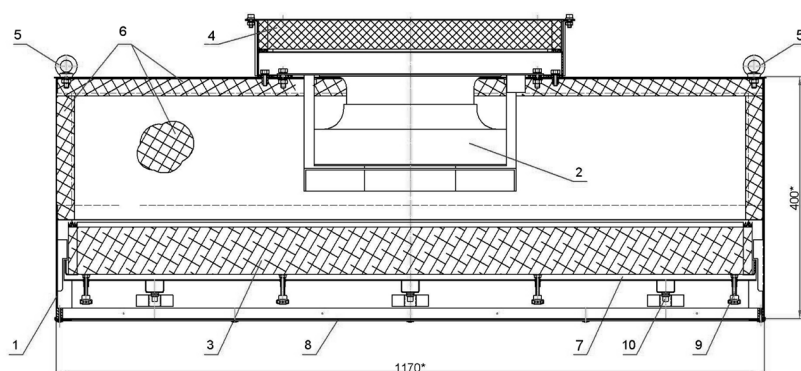

Рис. 1 Схема модуля МВ-Д
Модуль МВ-Д состоит (рис.1) из корпуса (1), внутри которого установлен вентилятор (2). На входе воздуха в модуль расположено специальное устройство для возможности установки предфильтра (4). Внутри корпуса имеется место для размещения НЕРА фильтра типа ФяС (3) или ФяС-Ф-ПМП. Уплотнение фильтра ФяС в корпусе модуля происходит за счет поджатия его к прижимной поверхности модуля винтами (9). В корпусе модуля имеются также фиксаторы (8) для первоначальной установки фильтра в модуле перед его поджатием винтами (9).